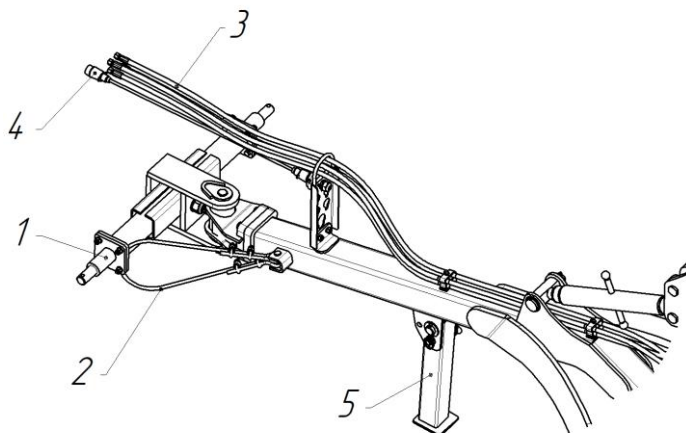

Рисунок 8 – Агрегатирование
5.3 Агрегатирование (рисунок 8):